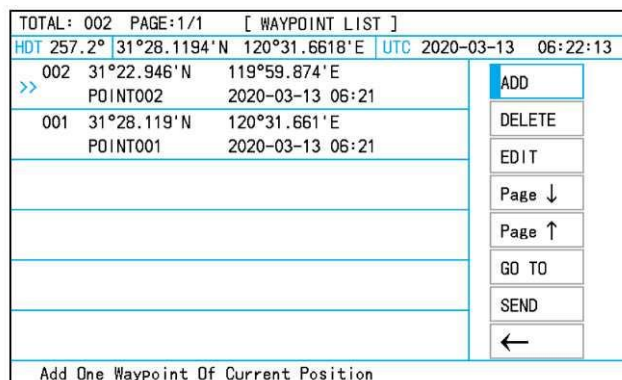

Рис. 18. WAYPOINT LIST для редактирования точек маршрута
- 1) Нажмите **[EDIT]** для редактирования содержимого точки маршрута, см. рис. 18.